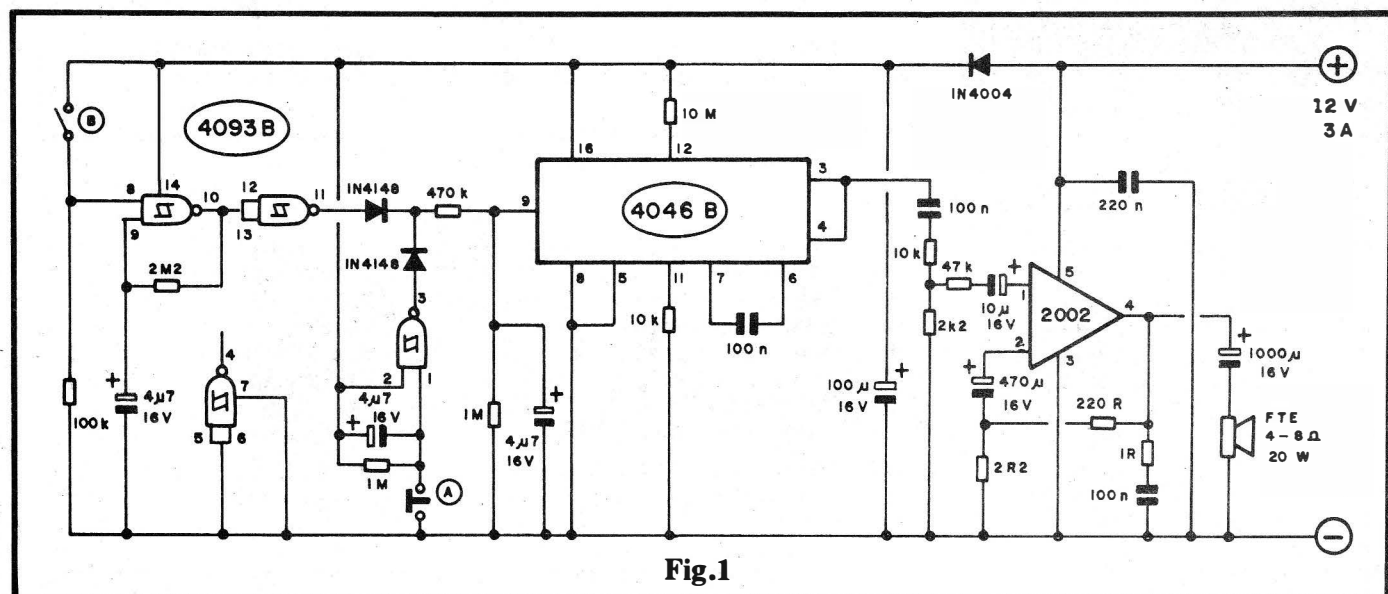

Fig.1
- **FIG. 1 - O CIRCUITO** - No "meio" do diagrama, e também no "coração" eletrônico da SIRAU, temos um versátil Integrado da família digital C.MOS, código 4046B, que contém complexos blocos lógicos e analógicos internos capazes de fazê-los funcionar como eficiente VCO (Oscilador Controlado de Voltagem) de faixa ampla... É justamente essa "habilidade" do Integrado que exploramos no circuito... Os resistores e capacitor diretamente ligados aos seus pinos de acesso, determinam a tonalidade básica da oscilação (mais ou menos centrada na faixa de áudio, para ótimo aproveitamento tonal...), enquanto que o pino 9 pode receber as Tensões de controle, a partir de cujos níveis momentâneos os **clocks** internos determinam suas reais Frequências... Dois tipos de rampas de Tensão são gerados (para aproveitamento pelo dito pino 9 de controle do 4046B) por um segundo Integrado C.MOS, este tipo 4093B... O **gate** delimitado pelos pinos 1-2-3, controlado pelo **push-button** "A", oferece um ciclo completo e "solitário" (rampa de